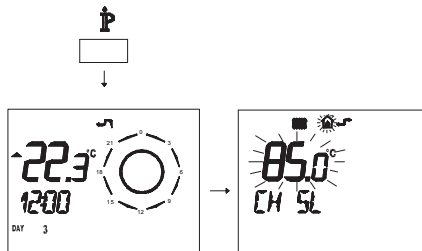

Figura 5.30
L'andamento della temperatura al variare dell'impostazione fatta con i tasti 14 e 15 per un **K 1,5** è illustrato nella Figura 5.30.
- Premere per più di 3 secondi il pulsante  $\mathbb{P}$  per entrare in modalità **INFO** (Figura 5.30).